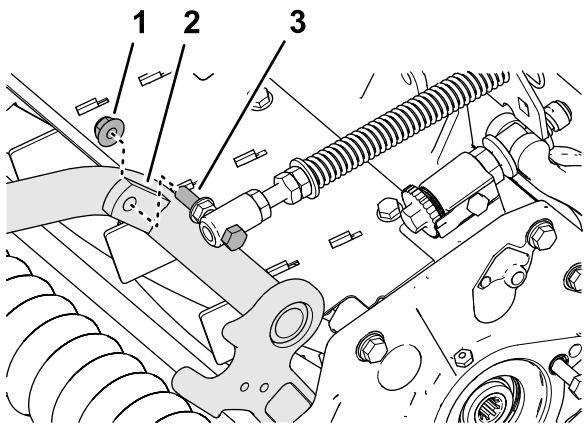

Figura 9
4. Montați dopul filetat al arcului de compensare pentru gazon pe umărul drept al cadrului de susinere (Figura 9) folosind o contrapiuliă cu guler ($\frac{3}{8}$ ").